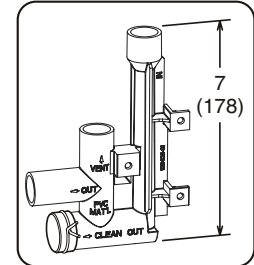

FIGURA 43
Instale la tapa sobre la abertura de limpieza en la base de la trampa. Sujétela con una abrazadera. Ver la FIGURA 43.
- 3 - Instale la trampa de drenaje con los accesorios de PVC apropiados y aplique pegamento a todas las uniones. Aplique pegamento a la trampa de drenaje proporcionada como se muestra en la FIGURA 43. Dirija la línea de condensado a un drenaje abierto.